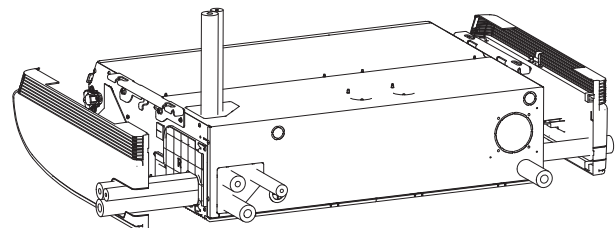

Abb. 3-18
- Die Positionen für die Anschlüsse der Kühlmittelleitungen sind in der untenstehenden Abbildung gezeigt. (Die Leitungen können in drei verschiedene Richtungen verlegt werden.) (Abb. 3-18)
- * Wenn der Ablaufschlauch durch die linke Seite geführt wird, sich auf Abb. 3-18 beziehen, dann zum Installieren des Schlauchs die obigen Anweisungen ausführen. Den vorher herausgenommenen Gummistopfen nun an der rechten Seite anbringen.